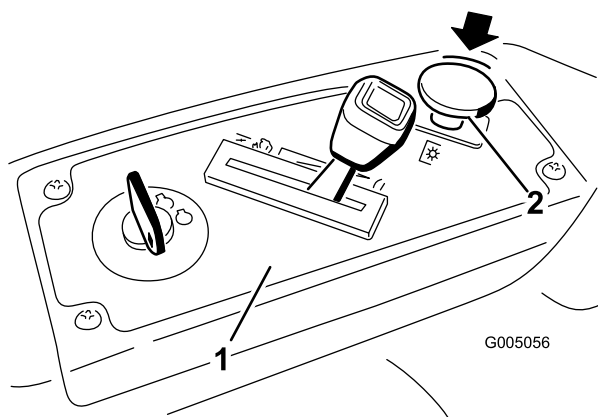

Figura 10
2. Desengrane las cuchillas moviendo el mando de control de las cuchillas a Desengranado (Figura 10).